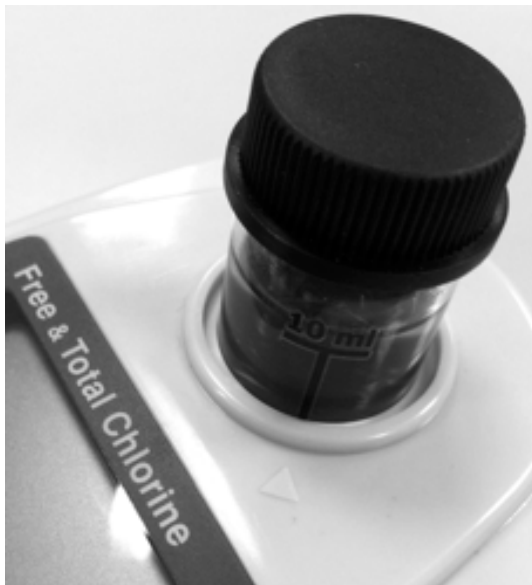

Рис.2
3. Держась за черную крышку, извлеките из прибора пустую бутылку для забора проб. На ее место вставьте бутылку, заполненную тестируемым раствором, сопоставляя черную полосу на бутылке со стрелкой на корпусе прибора (см. Рис.2).
8. Накрутите крышку обратно на стеклянную бутылку, заполненную тестируемым раствором, и протрите бутылку салфеткой из комплекта прибора для удаления остатков раствора и следов от пальцев. Вставьте в прибор бутылку, заполненную тестируемым раствором, сопоставляя черную полосу на бутылке со стрелкой на корпусе прибора (см. Рис. 2).